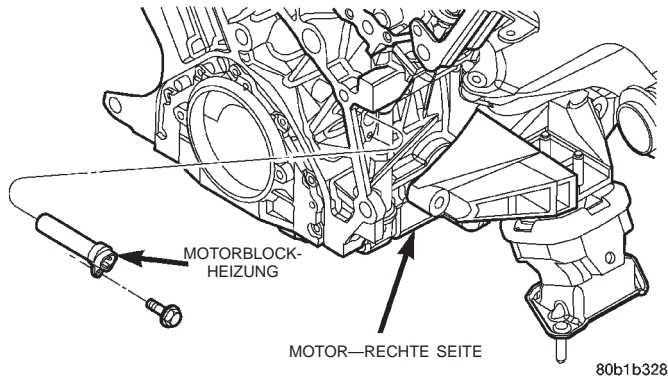

Abb. 23 Motorblockheizung
(1) Das Fahrzeug auf einer Hebebühne anheben.
(2) Den Stecker des Netzkabels an der Motorblockheizung abziehen (Abb. 23).
(3) Die unterhalb der Heizungsklemmen angeordnete Befestigungsschraube der Motorblockheizung lösen.
(4) Die Motorblockheizung aus dem Motorblock herausnehmen.